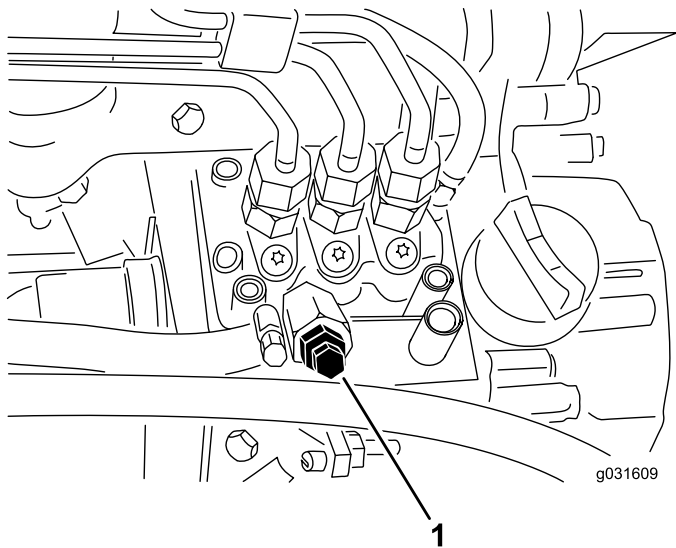

Figura 54
4. Abra el tornillo de purga de aire de la bomba de inyección de combustible (Figura 54).